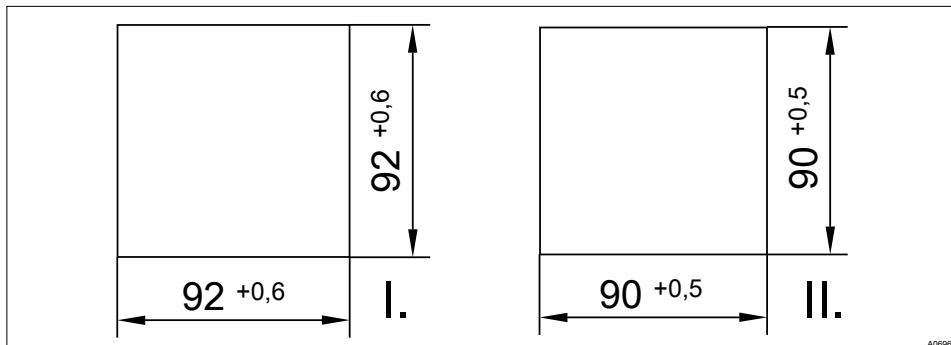

Рис. 16: Монтаж - установка DULCOMETER® D1Cc в распределительном щите
- Используйте размеры согласно Рис. 16 и нанесите их на распределительный щит.